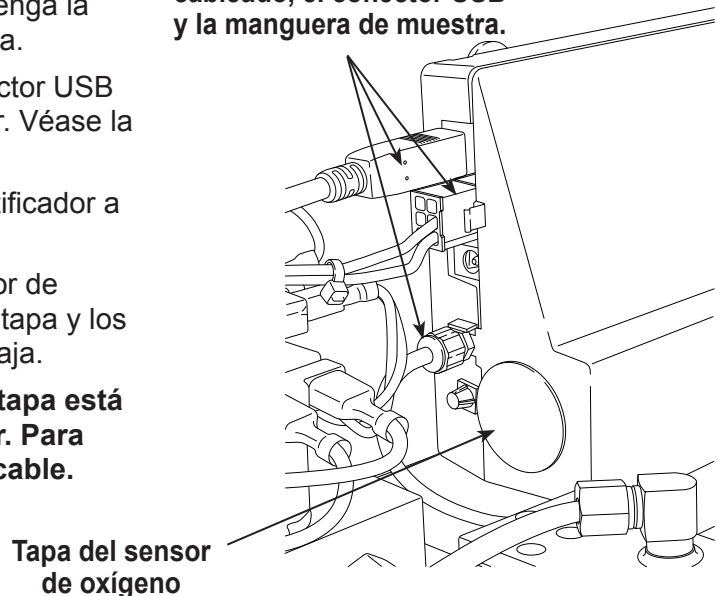

Figura 22
3. Desconecte el arnés de cableado, el conector USB y la manguera de muestra del identificador. Véase la Figura 22.